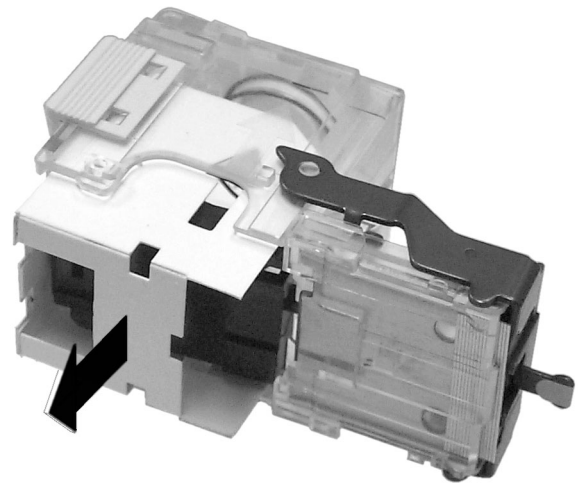

Figura 5: Modo de sacar el paquete de grapas vacío del cartucho de grapas
- 4 Agarre el extremo blanco expuesto del paquete de grapas y saque el paquete de grapas del cartucho de grapas (Figura 5).